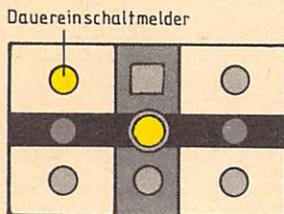

Bild 17
- Grundstellung** (1) Anrufschraken sind in Grundstellung geschlossen, entsperrt und freigemeldet. Dabei zeigt der Dauereinschaltmelder gelbes Ruhelicht (vgl. Bild 17); der Bahnübergangsfreimelder ist dunkel.